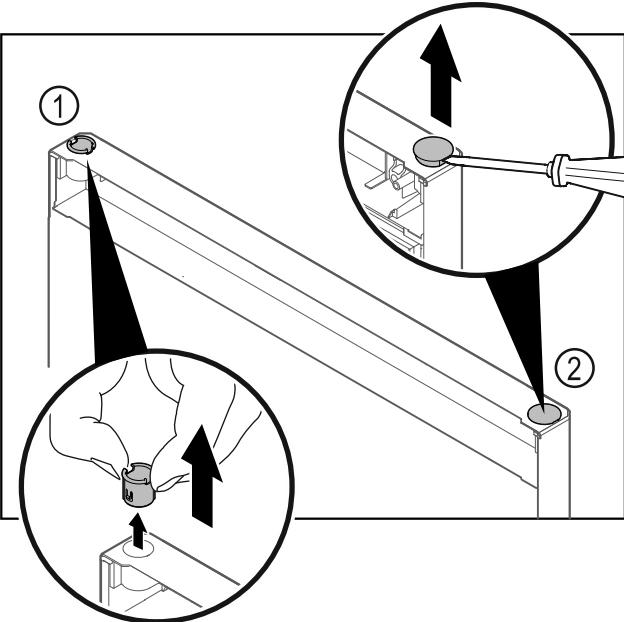

Fig. 19
► Vytiahnite puzdro závesu Fig. 19 (1) prstami.
► Plochým skrutkovačom opatrne nadvihnite kryciu zátku Fig. 19 (2) a vytiahnite ju.